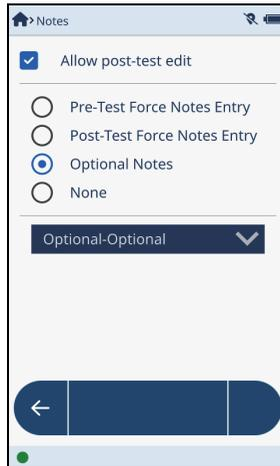

图 2-25 初始注释屏幕
- ◆ 点击**Notes** (注释) 按钮 () [在**Menu Tray** (菜单托盘) 中, 或者如果存在, 在**Live View** (实时视图) 屏幕的收藏区域中] (参见第45页的图 2-25)。